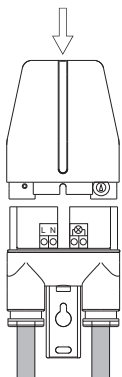
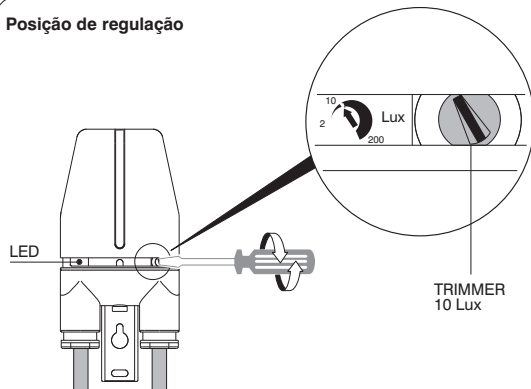

fig.5
fig.6
- Colocar a calota (fig.5) e premir até encaixar nos parafusos; trimer de regulação e led de sinalização e respectiva entrada ficam visíveis (fig.6), os terminais do circuito e os bornes da base ficam em contacto.
- efectuar a regulação (de 2 a 200 LUX) agindo sobre o trimmer (fig.6) o acendimento do led assinala o correcto funcionamento da sonda.
.Possibilidade de efectuar a regulação do grau de sensibilidade da luz com o aparelho sobre carga e em máxima segurança, levando o interruptor crepuscular para posição de regulação (fig.6)